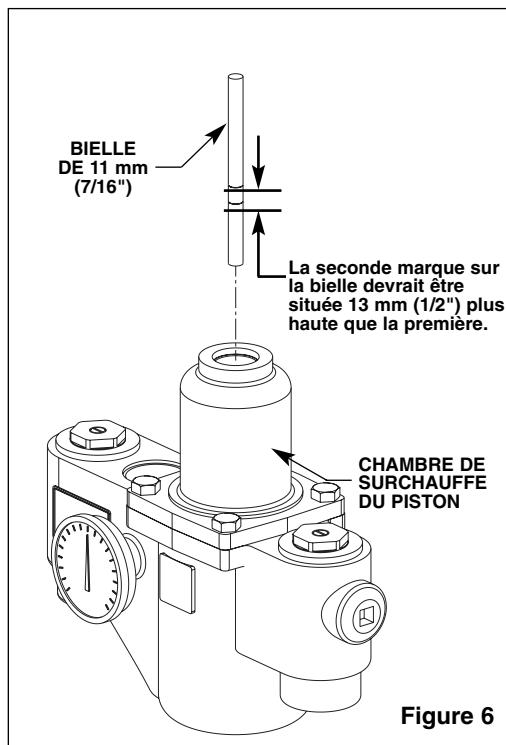

Figure 6
2. Insérer une bielle de 11 mm (7/16") de diamètre dans le robinet et dans la chambre de surchauffe du piston. Noter la longueur de la bielle dans le robinet (voir Figure 6).
3. Pousser la bielle, jusqu'à l'arrêt du piston et noter la nouvelle longueur [la nouvelle longueur devrait être plus longue que l'originale, environ 13 mm (1/2") de plus (voir Figure 6)]. Si la longueur n'est pas ce qu'elle devrait être, la course du piston ne se fait pas librement. Le piston et sa chemise nécessite un nettoyage. Nettoyer le piston et sa chemise selon la méthode suivante :